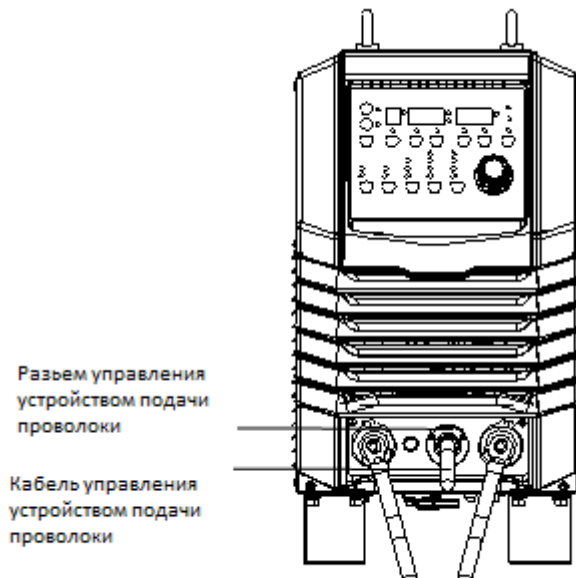

Рис. 2-4 Схема подключения кабеля управления устройства подачи проволоки с разъемом сварочного аппарата.
3. Рис. 2-4 показывает кабельные соединения.